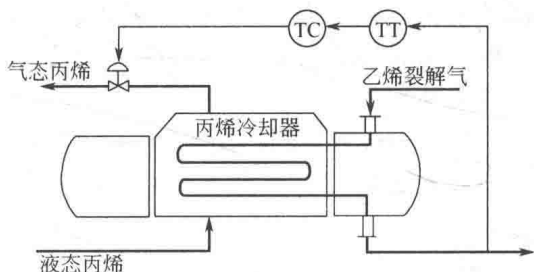
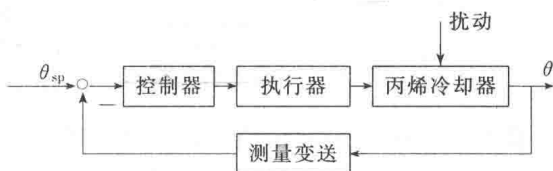

图 1-9 丙烯冷却器温度控制系统示意图
图 1-10 丙烯冷却器温度控制系统方块图
2. 在石油化工生产过程中，常常利用液态丙烯汽化吸收裂解气体的热量，使裂解气体的温度下降到规定的数值上。图 1-9 是一个简化的丙烯冷却器温度控制系统。被冷却的物料是乙烯裂解气，其温度要求控制在  $(15 \pm 1.5)^\circ\text{C}$ 。如果温度太高，冷却后的气体会包含过多的水分，对生产造成有害影响；如果温度太低，乙烯裂解气会产生结晶析出，堵塞管道。
- (1) 指出系统中被控对象、被控变量和操纵变量各是什么？
- (2) 试画出该控制系统的组成方块图。
- (3) 试比较图 1-9 及它的方块图，说明操纵变量的信号流向与物料的实际流动方向不同。
**解** (1) 在丙烯冷却器温度控制系统中，被控对象为丙烯冷却器；被控变量为乙烯裂解气的出口温度；操纵变量为气态丙烯的流量。
(2) 该系统方块图如图 1-10 所示。
(3) 在图 1-9 中，气态丙烯的流向是由丙烯冷却器流出。而在方块图中，气态丙烯作为操纵变量，其信号的流向是指向丙烯冷却器的。